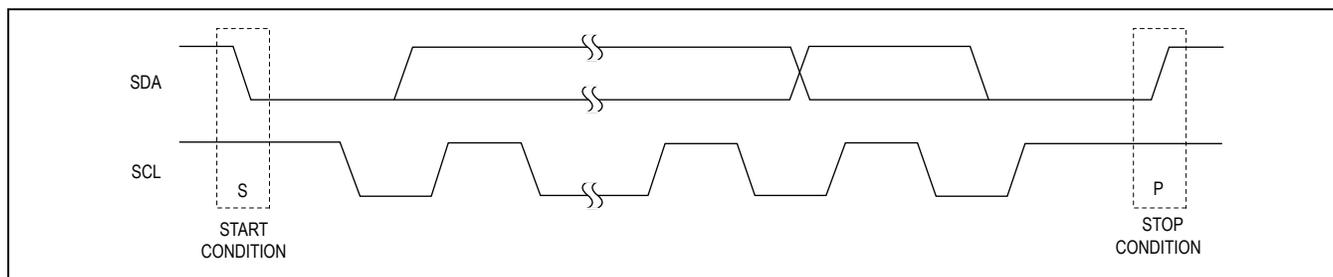

図 22. START 条件と STOP 条件
インタフェースがビジーでないときは、SCLとSDAの両方がハイのままです。マスターは、SCLがハイの間にSDAをハイからローに遷移させてSTART (S)条件を確立し、送信の開始を通知します(図22を参照)。スレーブとの通信を完了したら、マスターはSCLがハイの間にSDAをローからハイに遷移させてSTOP (P)条件を発行します。その後バスが解放され、次の送信が可能になります。